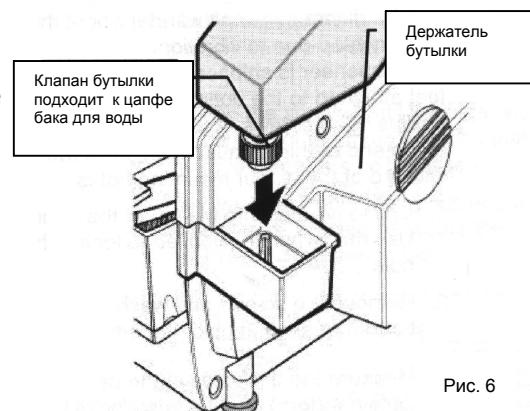

Рис. 6
- Прижать клапан к выступающей цапфе в баке для воды (см. рис. 6).